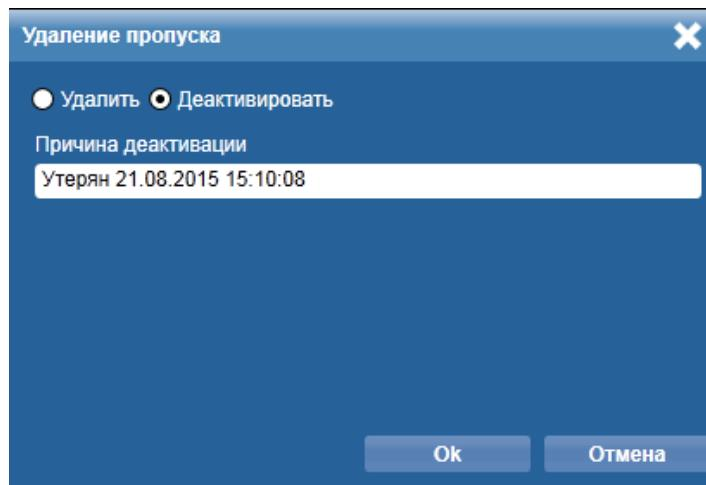

Рисунок 15. Окно **Причина деактивации**
- 5) В отобразившемся окне **Удаление пропуска** выбрать желаемое действие: Удалить или Деактивировать (Рис. 15).
- 6) В случае выбора деактивации пропуска необходимо указать **Причину деактивации** в свободной форме и нажать кнопку **Ok** для подтверждения деактивации (Рис. 15).